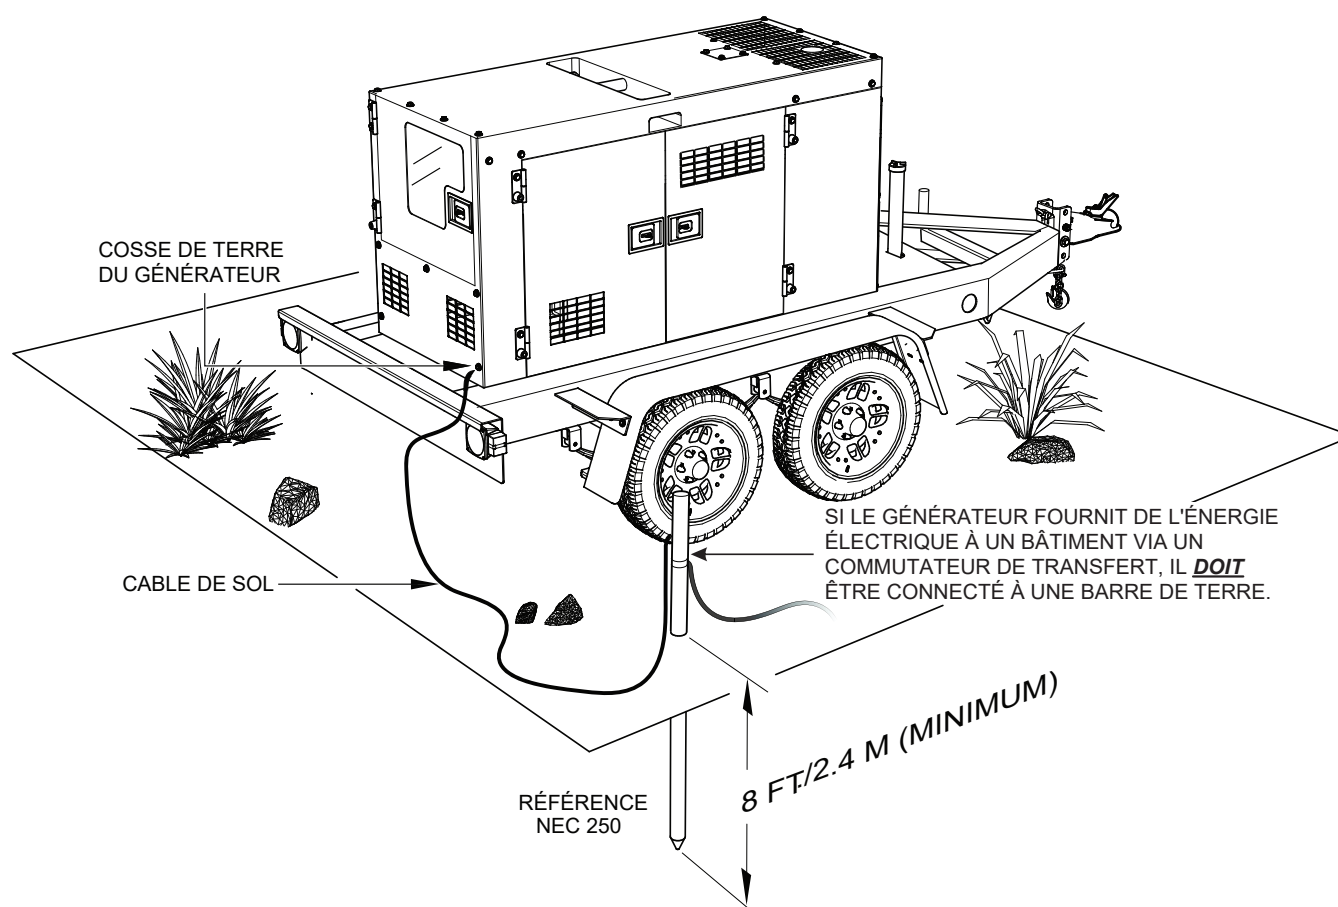

Figure 3. Application typique de mise à la terre d'un générateur
Connectez une extrémité de la borne du câble de terre au point de terre du générateur (Figure 3). Connectez l'autre extrémité du câble de terre à une terre appropriée (tige de terre).
L'Occupational Safety and Health Administration (OSHA) et le National Electrical Code (NEC) recommandent que si le générateur fournit de l'énergie électrique à une structure (maison, atelier de bureau, remorque ou similaire), il doit être connecté à un système d'électrodes de mise à la terre, comme une tige de mise à la terre entraînée (Figure 3).
Le cas échéant, pour se prémunir contre les chocs électriques et les éventuels dommages subis par l'équipement, il est important de prévoir une bonne mise à la terre (Figure 3).
2. Lorsque la mise à la terre du générateur (Figure 3) est nécessaire, connectez une extrémité du câble de terre à la cosse de terre du générateur. Connectez l'autre extrémité du câble de terre à la tige de terre (masse de terre).